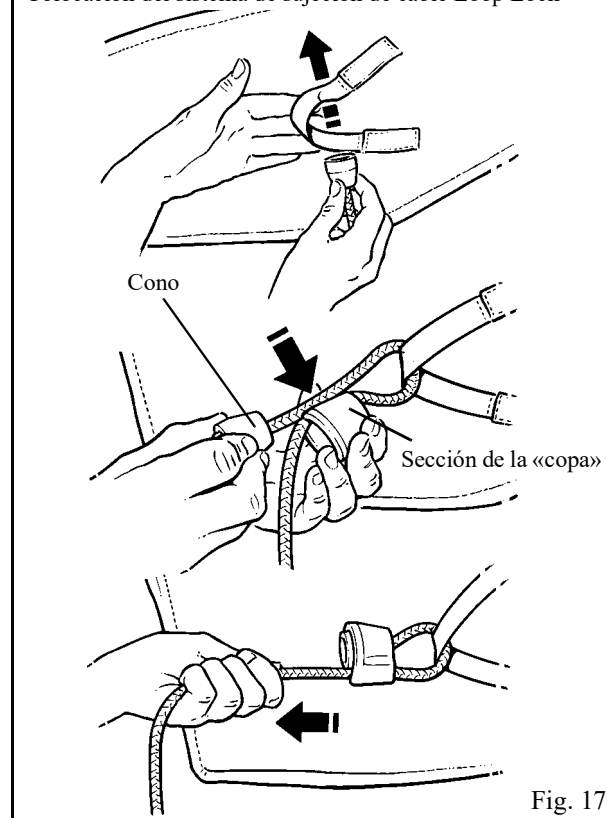

Fig. 17
Advertencia: Asegúrese de que el cono esté bien fijado dentro de la sección de la copa. (Véase la fig. 17)
Tome cada cable de fijación por turno y sujételo al arnés (véase la fig. 17).
1. Localice las correas de sujeción en cada lado del arnés y sujete los cables (observando el método Loop Lock, previamente ilustrado en la Fig. 17). Una vez sujetos correctamente, ajuste ambos cables por un igual para recoger el flojo, pero sin que tire del paciente hacia adelante.
2.  **Advertencia:** Bloquee los cables de fijación en sus cierres de retención (véase la fig. 17).